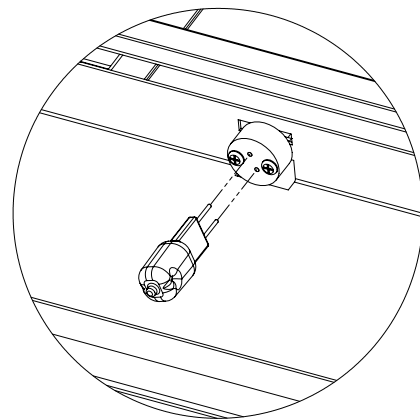

Figure 24: Remplacement de l'ampoule halogène
6. Portez des gants en coton lors du remplacement des ampoules halogènes. Saisissez fermement l'ampoule à la base et tirez tout droit pour la retirer ; remplacer l'ampoule si nécessaire. Saisissez la nouvelle ampoule par le manchon en polystyrène - il est essentiel que vos doigts nus n'entrent pas en contact avec l'ampoule (voir Figure 24). **Les huiles de vos doigts réduiront considérablement la durée de vie de l'ampoule.**